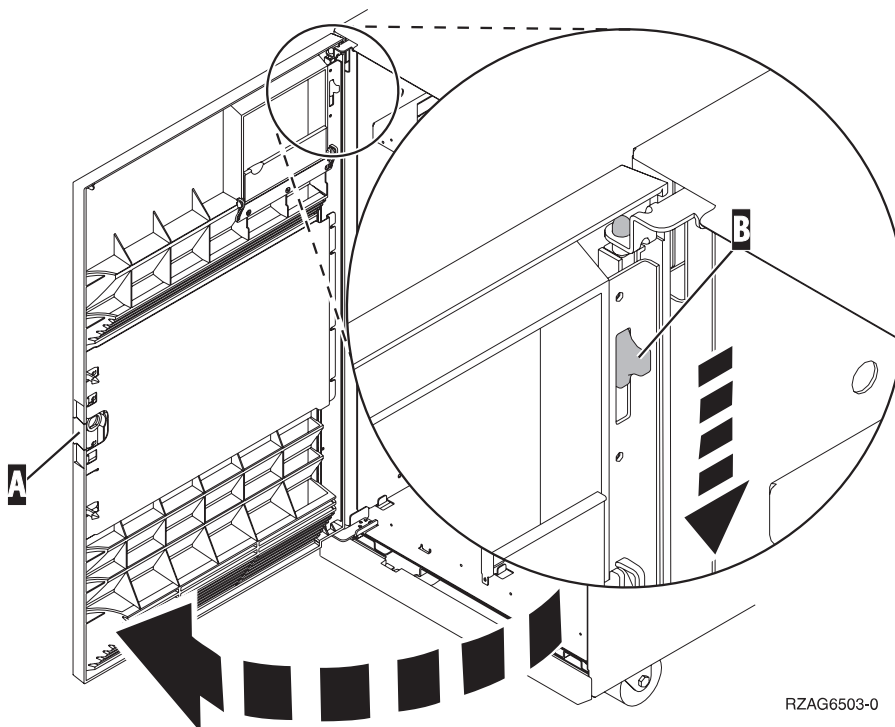
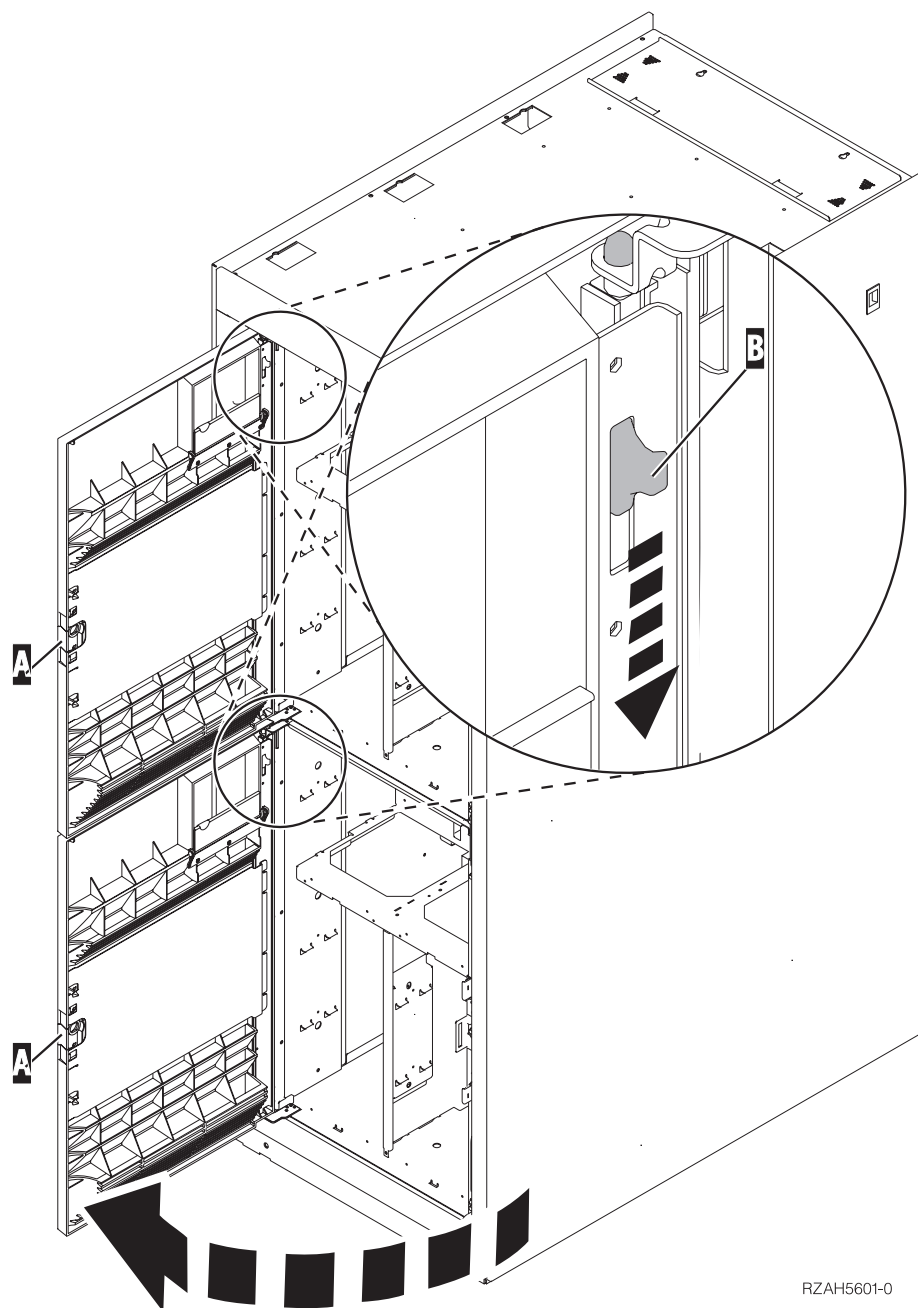

Figura 1. Apertura della porta dello sportello anteriore (5074, 5094, 5095, 830, 840, 870, 890)
Figura 2. Apertura della porta dello sportello anteriore (5079)
- ___ 2. Aprire lo sportello anteriore **A** (Figura 1, 5074, 5094, 5095, 830, 840, 870 o 890; Figura 2 a pagina 3, 5079 o 5294).
- ___ 7. Aprire lo sportello anteriore **A** (Figura 1 a pagina 2, 5074, 5094, 5095, 830, 840, 870, 890; Figura 2 a pagina 3, 5079 o 5294).
- ___ 8. Se necessario, utilizzare l'aggancio visualizzato nella figura **B** per rimuovere lo sportello anteriore (Figura 1 a pagina 2, 5074, 5094, 5095, 830, 840, 870, 890; Figura 2 a pagina 3, 5079 o 5294).